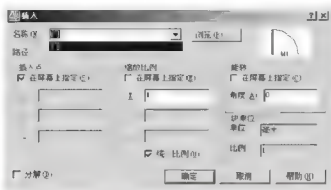

图 3.84 【名称】下拉列表中无“窗”图块
(1) 单击【绘图】工具栏上的【插入块】图标  或在命令行输入“I”后按 Enter 键, 打开【插入】对话框。
(2) 若在【插入】对话框的【名称】下拉列表中没有找到“窗”图块, 如图 3.84 所示。单击旁边的【浏览】按钮, 打开【选择文件】对话框, 找到刚才存盘的“窗”图块后单击【打开】按钮, 返回【插入】对话框。
(3) 不勾选【统一比例】复选框, 设定【插入】对话框中的缩放比例: X 设置为“2.4”, Y 设置为“1”, Z 设置为“1”。